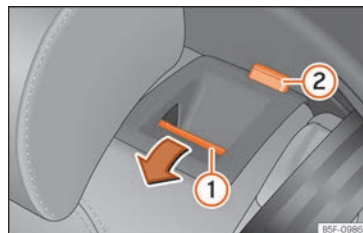

Fig. 110 Banco traseiro: rebater o encosto.
- Pressione o botão de desbloqueio »» Fig. 110 ① para a frente e, ao mesmo tempo, rebata o encosto. O encosto traseiro está desbloqueado quando se vê uma marca vermelha no botão ②.